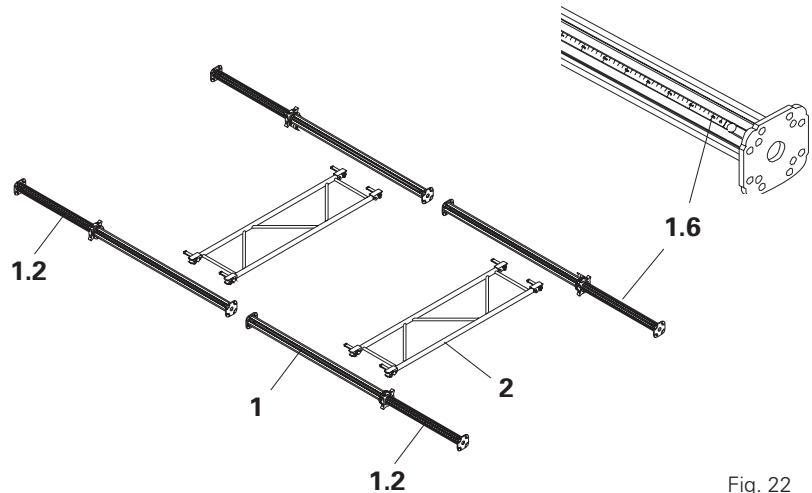

Fig. 22
- Målebåndet **1.6** vender indad. Fig. 22